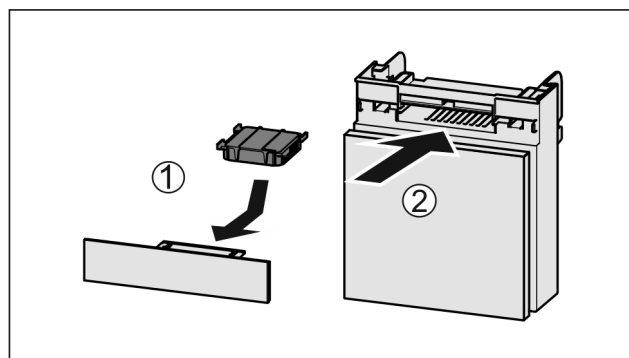

Fig. 81
- ▶ Vložte aktívny uhlíkový filter podľa obrázka Fig. 81 (1).
- ▶ Zasuňte zásuvku Fig. 81 (2).